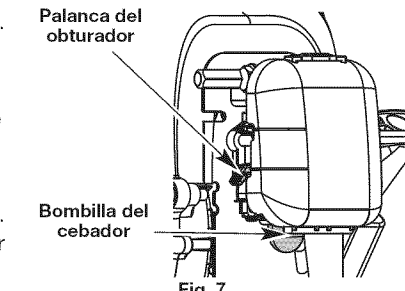

Fig. 7
3. Oprima completamente el cebador y suéltelo 10 veces. Hágalo lentamente. Se deberá ver un poco de combustible en el cebador y en las tuberías de alimentación de combustible (Fig. 7). Si no puede ver el combustible en el cebador, oprímalo y suéltelo tantas veces como sea necesario hasta que vea combustible en el mismo.
4. Coloque la palanca del obturador en **Posición 1** (Fig. 7).
6. Coloque la palanca del obturador en **Posición 2** (Fig. 7).
9. Mientras oprime el control del regulador, coloque la palanca azul del obturador en la **Posición 3** (Fig. 7) y continúe calentando el motor durante 60 segundos más.
SI... El motor titubea, regrese la palanca del obturador a la **Posición 2** (Fig. 7) y siga calentándolo.
3. Oprima y suelte completamente la pera del cebador 10 veces, lentamente. Deberá verse alguna cantidad de combustible en la pera del cebador (Fig. 7). Si no se ve combustible en la pera, oprima la pera hasta que se vea el combustible.
4. Coloque la palanca del obturador en la Posición 1 (Fig. 7).
6. Oprima la traba del regulador hacia adentro y apriete la palanca de control del regulador. Apriete y mantenga apretado el botón de ENCENDIDO (I) del arrancador eléctrico o taladro durante 2 segundos.
7. Coloque la palanca del obturador en la Posición 2 (Fig. 7).
8. Oprima la traba del regulador hacia adentro y apriete la palanca de control del regulador. Apriete y mantenga apretado el botón de ENCENDIDO (I) del arrancador eléctrico o taladro durante 2 segundos, hasta que la unidad arranque.
10. Mantenga apretado el control del regulador, ponga la palanca del obturador en la Posición 3 (Fig. 7) y haga funcionar la unidad durante 60 segundos más. La unidad se puede usar durante este paso.
SI... el motor funciona con fallas, vuelva a colocar la palanca del obturador en la Posición 2 (Fig. 7) y continúe calentando el motor.